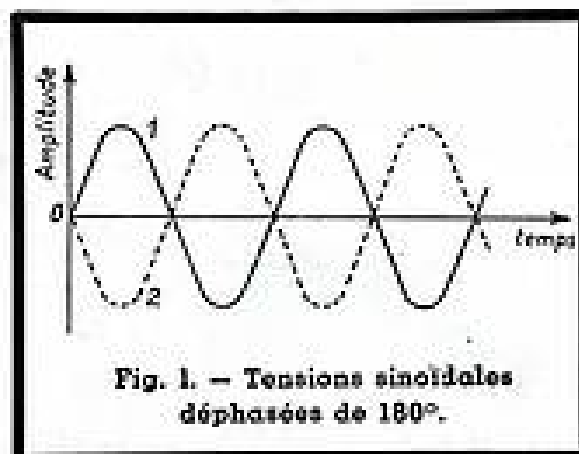
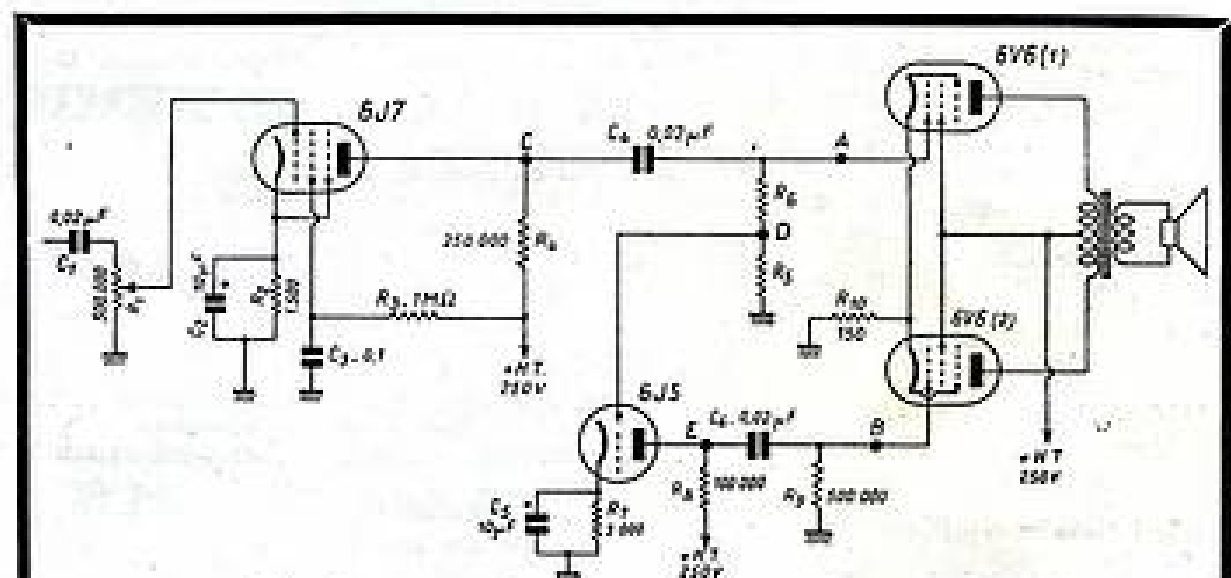
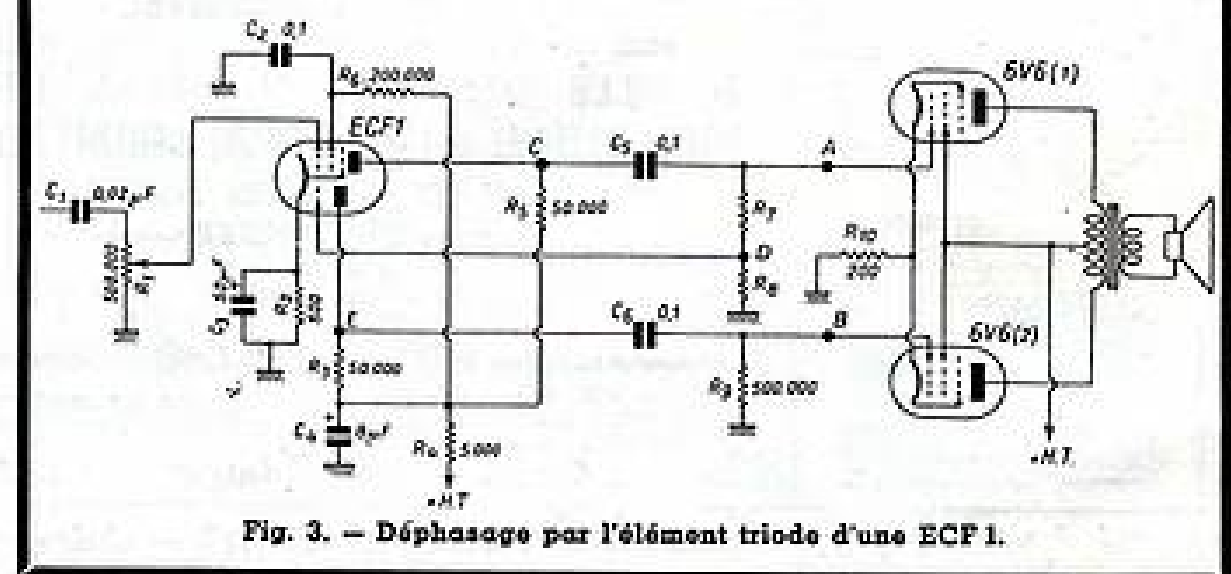

Fig. 1. — Tensions sinusoïdales déphasées de 180°.
Fig. 2. — Etage déphaseur équipé d'une triode 6J5.
Fig. 3. — Déphasage par l'élément triode d'une ECF1.
Un étage final push-pull exige, pour un fonctionnement correct, que les tensions alternatives appliquées à la grille de chaque lampe finale, soient égales en amplitude, mais déphasées de 180°. Rappelons, en passant, que deux tensions sinusoïdales, de même amplitude, sont dites déphasées de 180° lorsqu'elles présentent l'aspect de la figure 1 : à la pointe positive de l'une (en trait plein), correspond une pointe négative de l'autre (en pointillé), et inversement.
Si nous nous reportons donc au schéma d'un étage final push-pull (fig. 2 ou 3) et que nous avons sur la grille de l'une des 6V6 (point A), une tension en forme de la courbe 1 (fig. 1), nous devons avoir, en même temps, et pour que tout soit correct, une tension en forme de la courbe 2 sur la grille de l'autre 6V6 (point B).
Quelques mots sur le déphasage, tel qu'il est réalisé sur les schémas des figures 2 et 3. La tension BF provenant de la détection et amplifiée par une préamplificatrice BF, 6J7 pour la figure 2 ou élément penthode de la ECF1 pour la figure 3, est recueillie dans le circuit anodique de cette lampe (C) et appliquée à l'une des lampes finales, 6V6 (1), au point A. La résistance de fuite de cette grille est constituée par un diviseur de tension, R_5 - R_6 pour la figure 2 et R_5 - R_6 pour la figure 3, et au point D nous allons pouvoir recueillir une certaine fraction de la tension existant en A, fraction qui dépend, bien entendu, du rapport
$$\frac{e_1}{e} = \frac{R_6}{R_5 + R_6}, \text{ pour la figure 2,}$$
$$\frac{e_1}{e} = \frac{R_6}{R_5 + R_7}, \text{ pour la figure 3.}$$
Par exemple, si, dans la figure 2, nous avons $R_5 = 50.000$ ohms et $R_6 = 500.000$ ohms, et qu'en même temps, la tension e en A soit de 8 volts BF, nous aurons en D une tension e_1 telle que
Et qu'allons nous faire avec la tension obtenue en D ? Mais tout simplement l'appliquer à la grille d'une lampe déphaseuse, une triode séparée 6J5 dans le cas de la figure 2 et l'élément triode de la ECF1 dans celui de la figure 3. Or, nous savons tous
$$\varepsilon = \frac{R_4 + R_5}{R_4} \text{ (pour la figure 2).}$$
Prenons un exemple concret, celui de la figure 3, dans laquelle nous reconnaissons le schéma de la partie BF du récepteur S.L.7 P.P. (moins le dispositif de dosage des graves et des aigus).